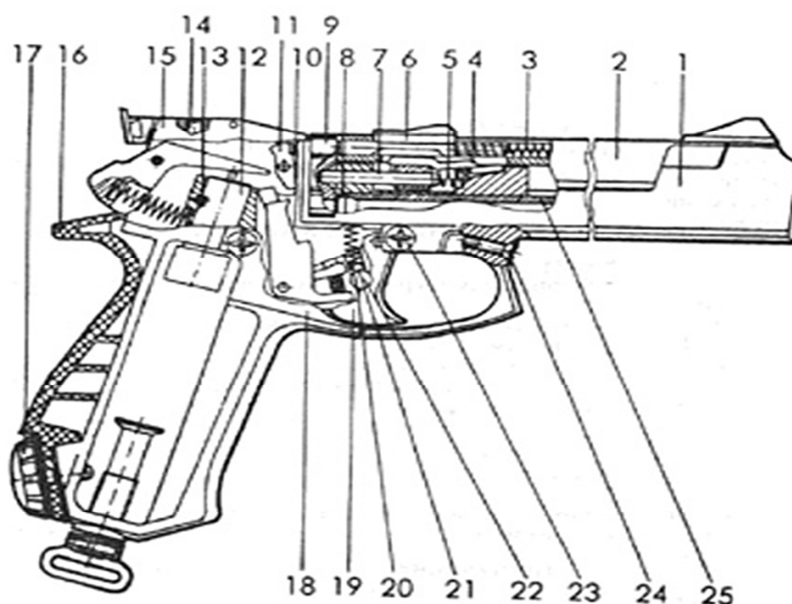

Рис. 1 – Схема механизмов пистолета
5.1. Схема механизмов пистолета показана на рис. 1.
8.3. Неполную разборку пистолета следует производить в следующем порядке (рисунок 1):